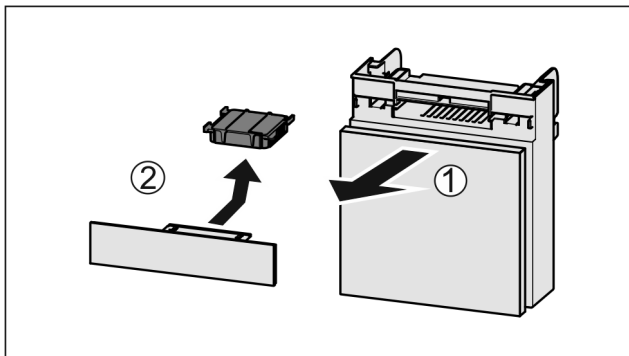

Fig. 183
- ▶ Fach nach vorne herausziehen Fig. 183 (1).
- ▶ Aktivkohlefilter entnehmen Fig. 183 (2).